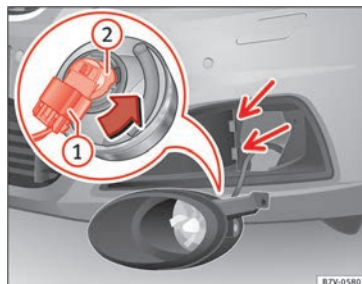

Abb. 109 Glühlampe im Scheinwerfer austauscheln.
3. Scheinwerfer ein wenig nach vorn klappen und aus den seitlichen Aufnahmen » **Abb. 109** (kleine Pfeile) herausziehen.
4. Anschlussstecker » **Abb. 109** ① entriegeln und abziehen.
5. Lampenträger » **Abb. 109** ② in Pfeilrichtung bis zum Anschlag nach links drehen und zusammen mit der Glühlampe nach hinten herausziehen.
8. Anschlussstecker » **Abb. 109** ① auf den Lampenträger ② stecken. Der Anschlussstecker muss hörbar einrasten.
9. Scheinwerfer in die Aufnahmen » **Abb. 109** (kleine Pfeile) stecken und nach hinten klappen.